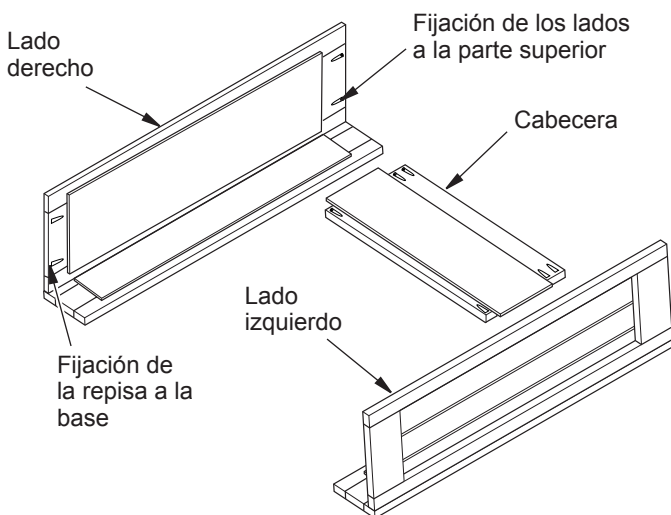

Figura 2 - Instalación de la cabecera
2. Coloque la cabecera entre los ensambles de los tramos derecho e izquierdo (consulte la figura 2). La parte superior de la cabecera debe estar nivelada con la parte superior de los ensambles de los tramos laterales.